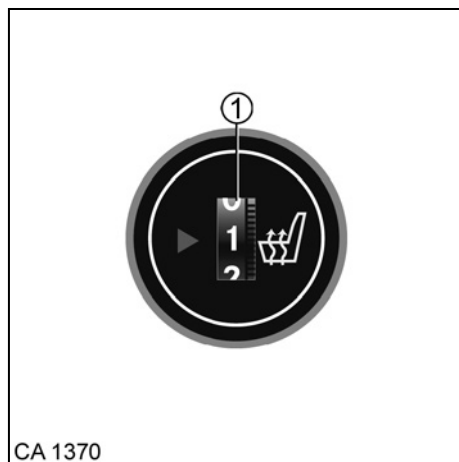

Fig. 19 Chauffage de siège
1. Régler le thermostat (Fig. 19/1) sur la puissance de chauffage souhaitée.